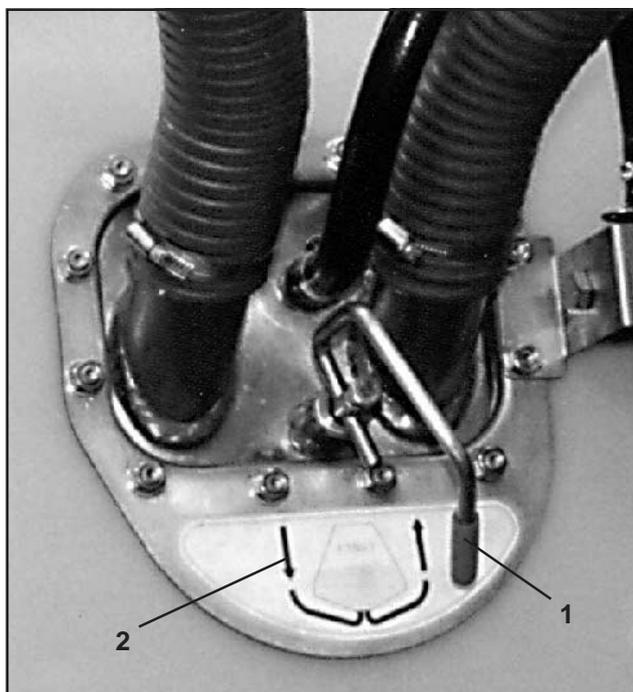

Fig. 7.1
- La commande de l'injecteur (fig. 7.1/1) est positionnée sur «vidange de la cuve frontale».
A partir d'un certain niveau de liquide à l'intérieur de la cuve du pulvérisateur (dépendant de la position prééglée du flotteur), s'opère **une inversion automatique** du régulateur sur la position «remplissage de la cuve frontale» (fig. 7.1/2). Alors commence en priorité le remplissage de la cuve frontale.